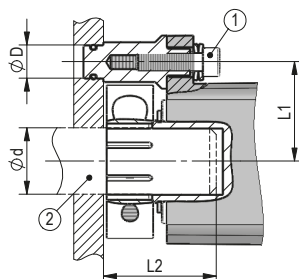

Abb. 1: Einbaumaße
- ▶ Sorgen Sie für einen geringen Wellen- und Winkelversatz zwischen Welle und Aufnahmebohrung durch geeignete Fertigungsmaßnahmen (siehe **Abb. 1 + Tab. 1**).
Vorbereitung Montage (**Abb. 1, Abb. 2, Abb. 3**):
Montage (**Abb. 1, Abb. 2, Abb. 3**):